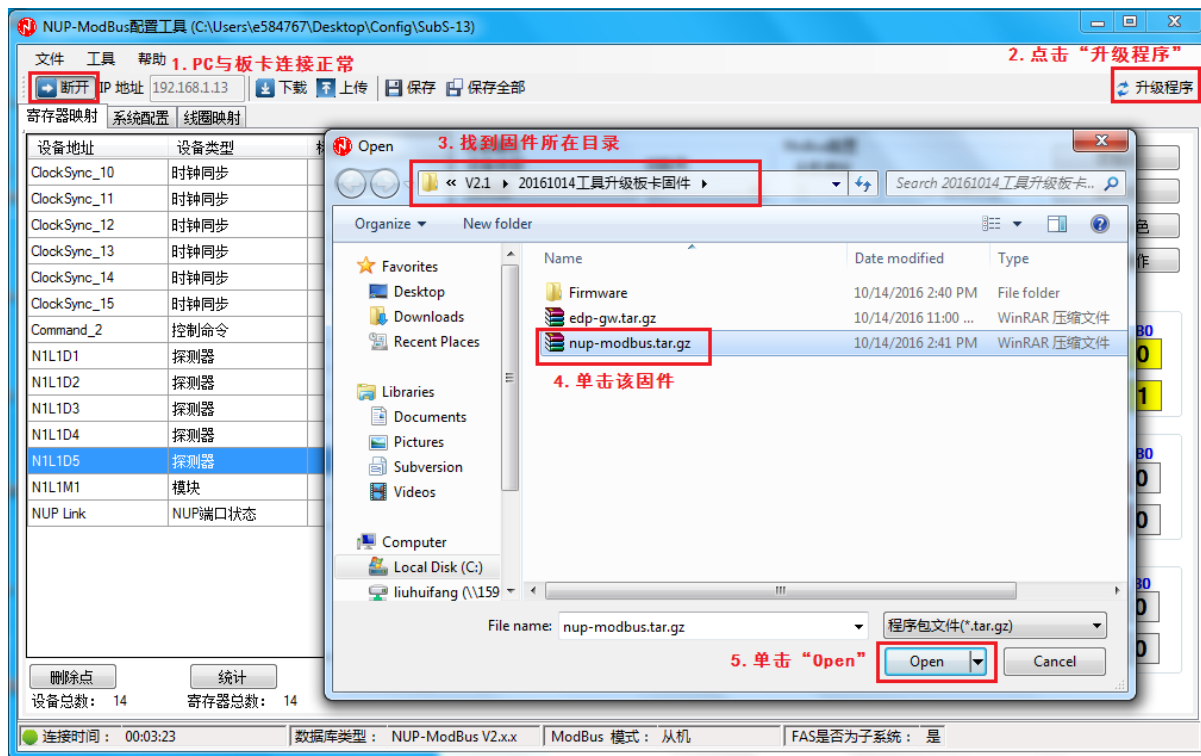

图 4-6 选择固件，开始升级
- 1) 如图 4-6 所示的内容，逐步操作，找到固件 nup-modbus.tar.gz 所在的目录，选择固件，开始升级；